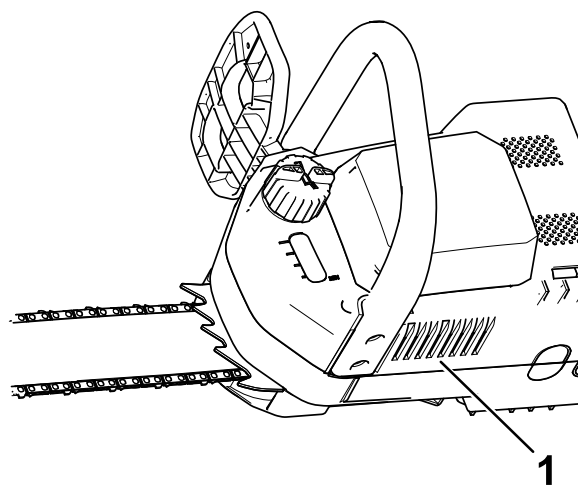
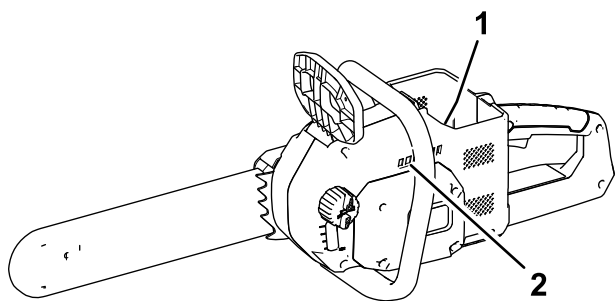

Figure 5
Figure 6
1. Assurez-vous que les événements sur la tronçonneuse (Figure 5 et Figure 6) sont exempts de poussière et de débris.